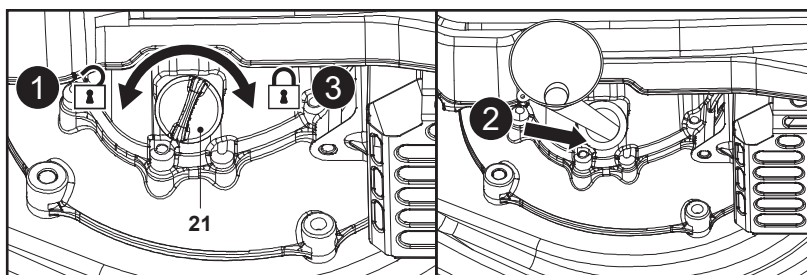

Fig. 8
1. Dévisser et retirer le bouchon du réservoir d'huile (21) (Fig. 8, étape 1).
2. Ajouter progressivement de l'huile moteur de bonne qualité (SAE 10 W-30) avec un entonnoir à huile adapté (non fourni) (Fig. 8, étape 2). Laisser l'huile reposer.
3. Contrôler régulièrement le niveau d'huile pendant le remplissage. Essuyer la jauge d'huile et l'insérer dans l'ouverture du réservoir sans serrer le bouchon du réservoir d'huile (21), puis retirer à nouveau la jauge.
6. Essuyer l'huile renversée avec un chiffon doux et repositionner le bouchon du réservoir d'huile (Fig. 8, étape 3).